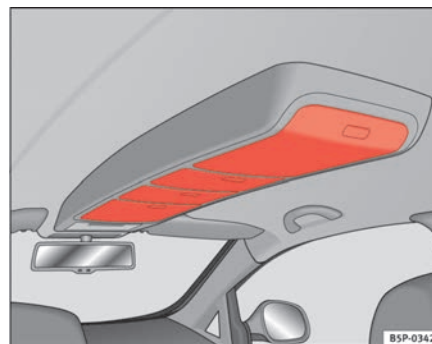

Fig. 105 Portaobjetos en el techo
- Para abrir estos compartimentos, presione sobre el pulsador de la tapa, ⇒ fig. 105. La tapa se abre automáticamente.